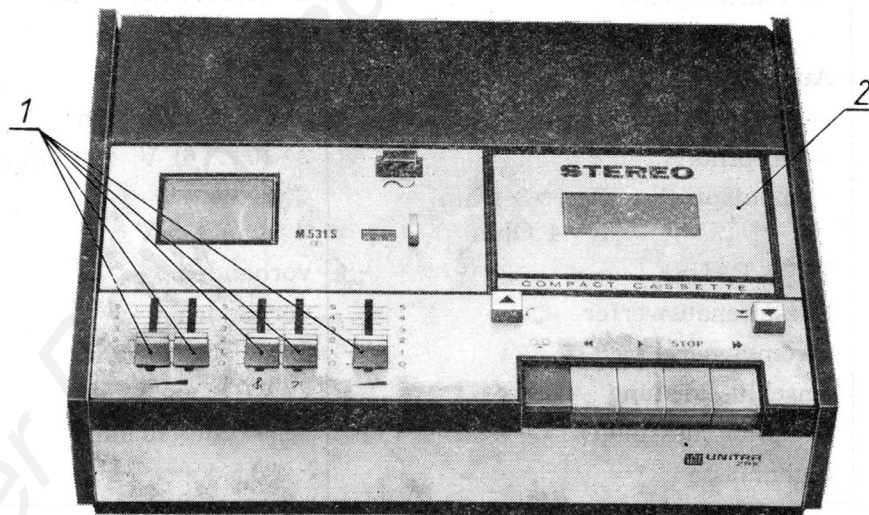

Bild 1
2.1.8 Ausbauen des Kassettenfachs (2) — vergl. Bild 1
- Feder (1) herausnehmen,
- rückwärtigen Plastlappen (2) des Kasset-